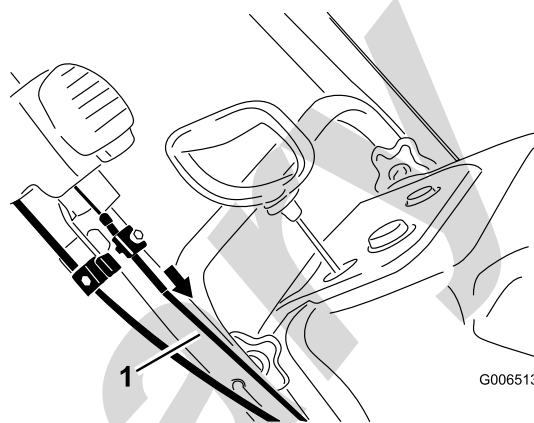

Figura42
5. Trageți cadrul cablului superior în față până când eliminați jocul cablului și strângeți ferm șurubul de pe clema cablului superior (Figura42).